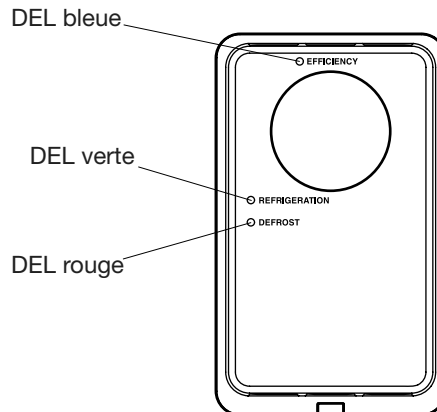
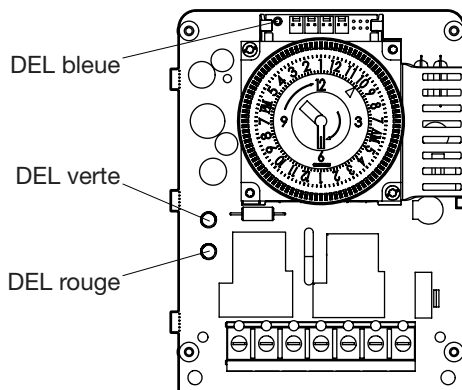

FIG. 12 DEL (modèle avec boîtier)
FIG. 13 DEL
5. Voir TABLEAU 2 et FIG. 12 ou FIG. 13 pour vérifier le bon fonctionnement du panneau de commande DDT40.